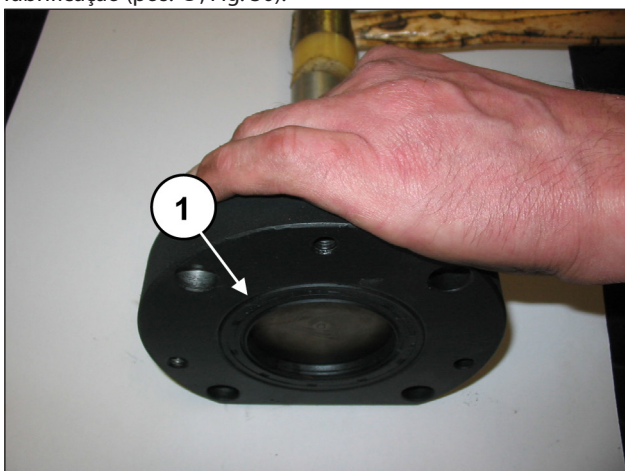
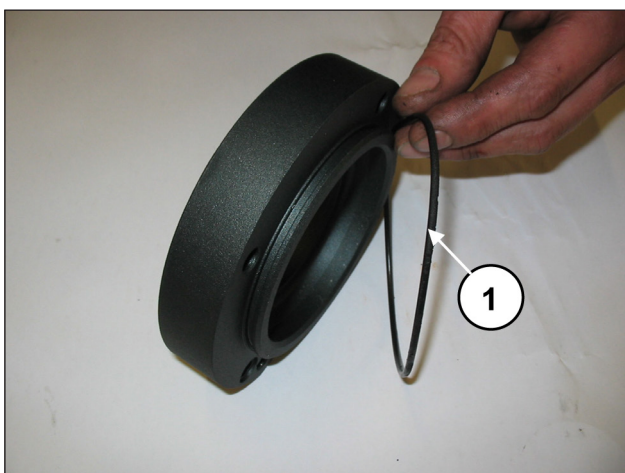
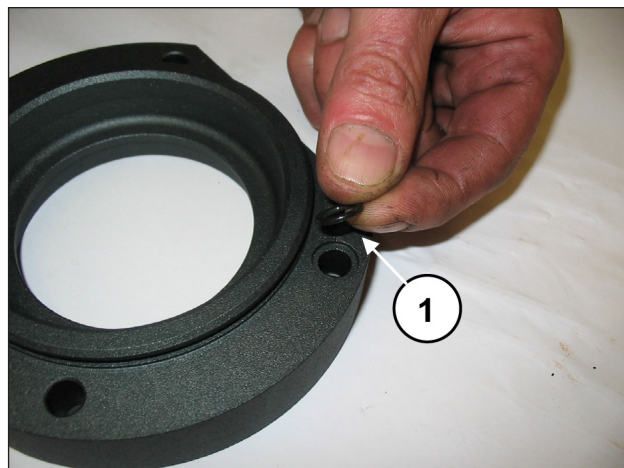

Fig. 28
Fig. 29
Fig. 30
Extraia o anel de vedação radial (pos. ①, Fig. 28), o anel circular externo (pos. ①, Fig. 29), e o anel circular do furo de lubrificação (pos. ①, Fig. 30).